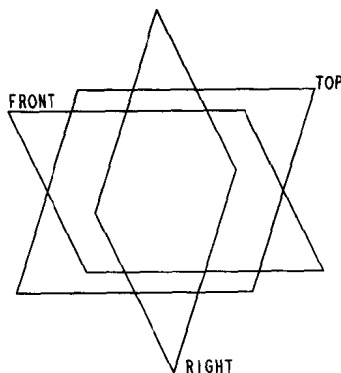

图 1.1
1. 开始创建 3D 模型前, 先创建 3 个默认的基准坐标系 (Datum coordinate system) PRT_CSYS_DEF 及基准平面 (Default datum plane) RIGHT、TOP、FRONT, 如图 1.1 所示, 其作用如下: